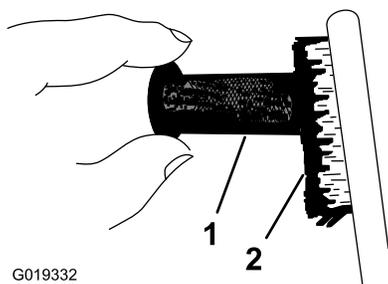

Figure 29
3. Avec une brosse, décalaminez la grille du pare-étincelles avec précaution (Figure 29).